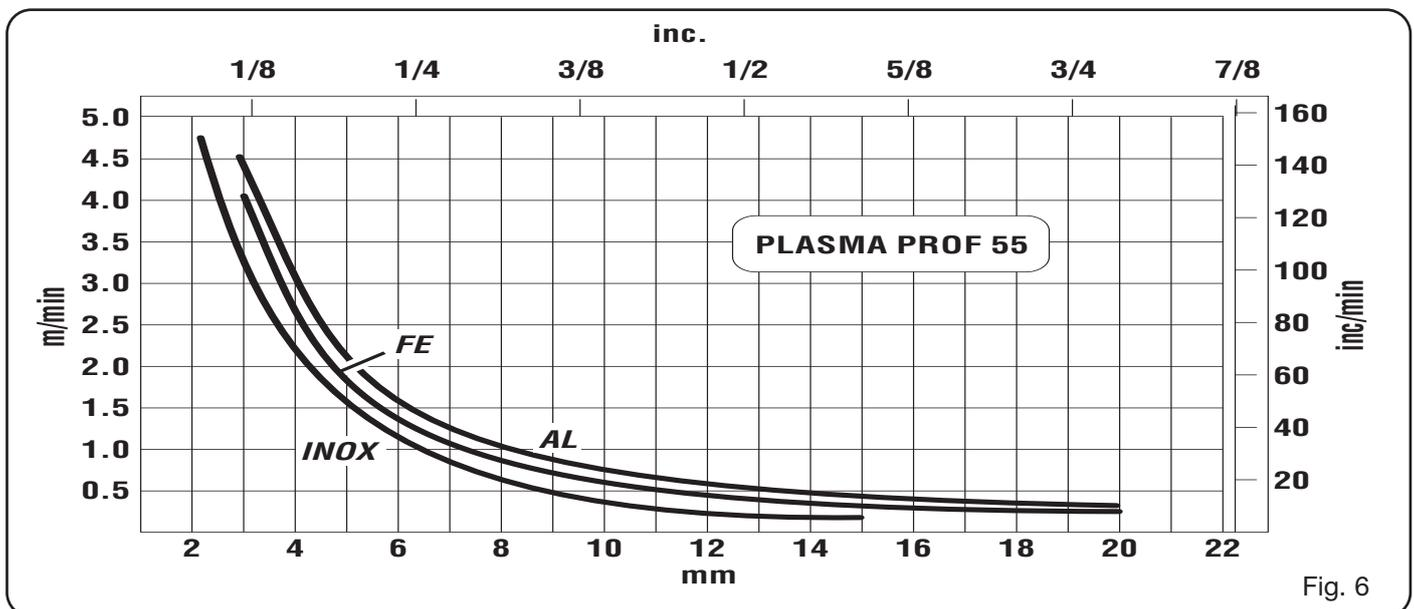

Fig. 6
- het werkstuk is te dik (zie de schema's voorsnijshnelheden, fig. 6)